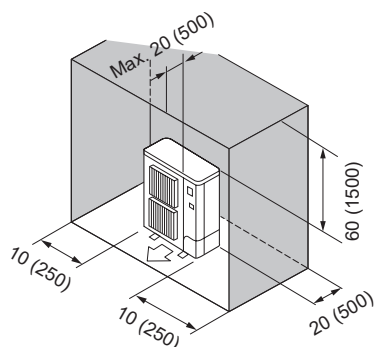

Fig. 2-10
- ⑥ Obstacles à l'arrière, sur les côtés et au-dessus (Fig. 2-10)